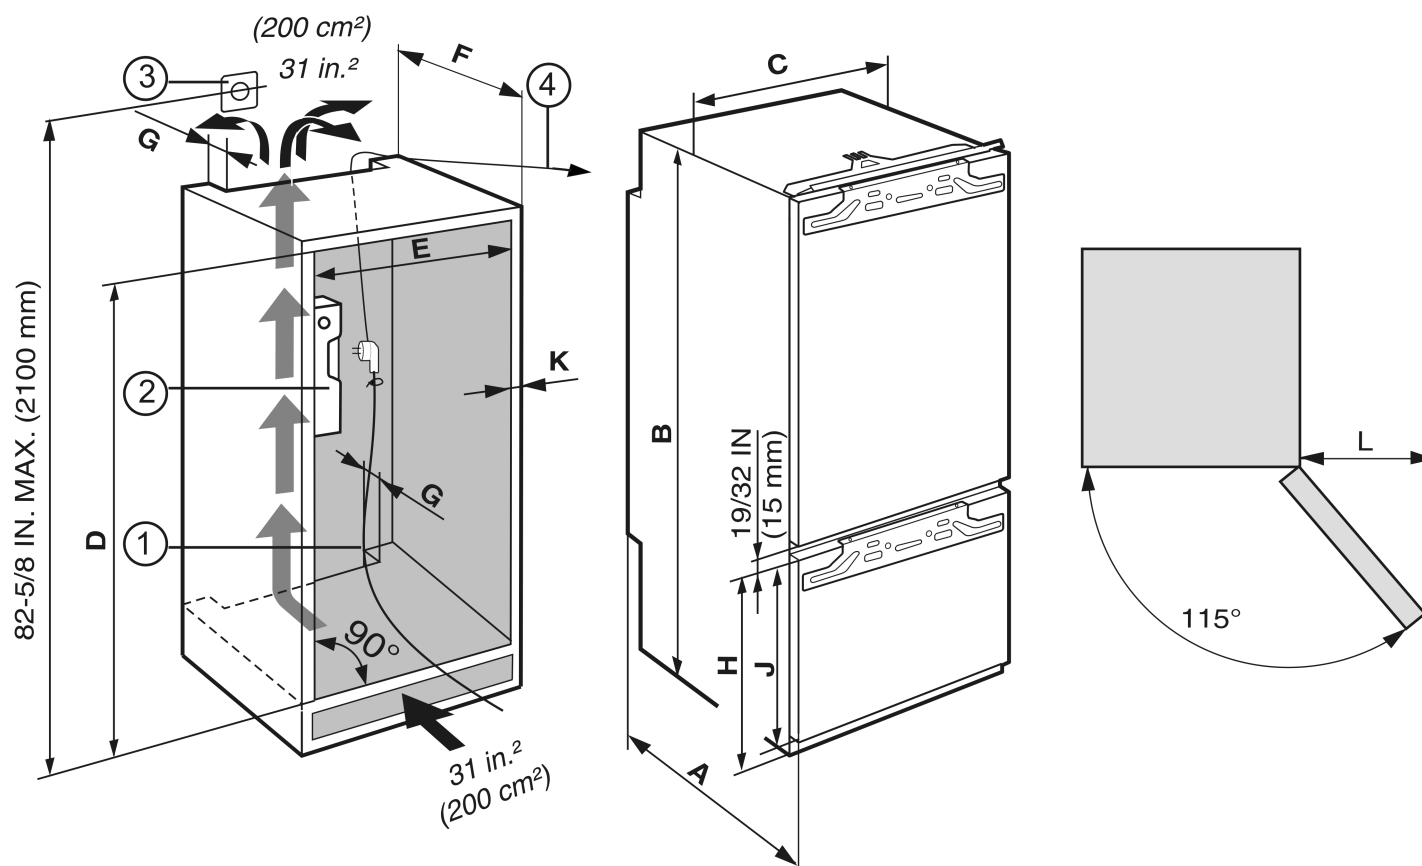

Fig. 4
- Construya el mueble de cocina con las medidas proporcionadas en la Fig. 4.
- Alinee el mueble de cocina utilizando un nivel de burbuja Fig. 4 (2) y una escuadra. Si es necesario, nivele el mueble de cocina utilizando suplementos.
- Respete las medidas de montaje indicadas en la in Fig. 4.
- Controle las medidas de montaje según los datos especificados en la Fig. 4.